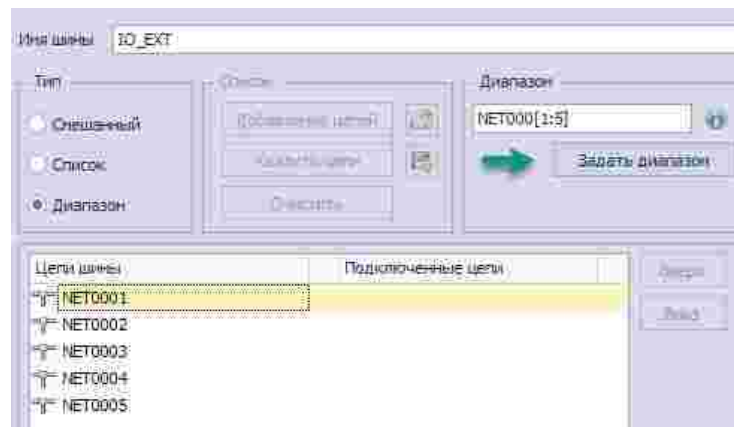

Рис. 145 Отображение списка созданных цепей
4. Зафиксировать список цепей, нажав кнопку «ОК», расположенную в правом нижнем углу окна редактора цепей, либо кнопку «Отмена» для отмены добавления новых цепей, см. Рис. 145.